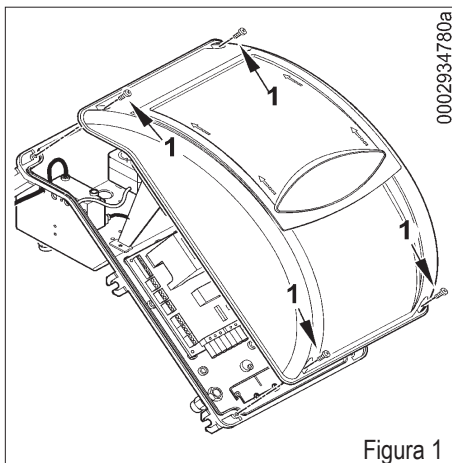
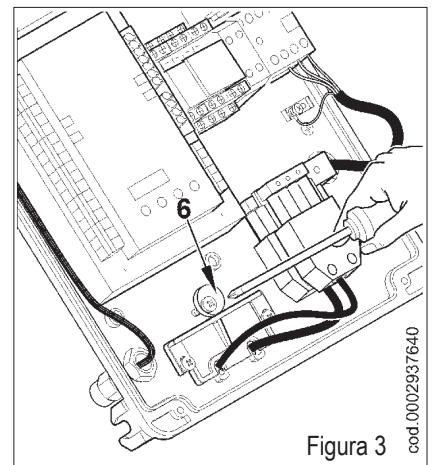

Figura 1
Figura 3
- Quitar la tapa quitando los 4 tornillos (1) de la figura 1, sin quitar la tapita transparente. De esta manera se puede acceder al cuadro eléctrico del quemador.
- Aflojar los tornillos (2) y después de haber quitado la plaquita que aprieta los cables (3), pasar las dos clavijas de 7 y 4 polos (véase la figura) por el agujero. Conectar los cables de alimentación (4) al telerruptor, fijar el cable de tierra (5) y apretar el sujetacables en cuestión.
- Volver a poner la plaquita sujeta cables como indica la figura 3. Girar la excéntrica (6) de manera que la plaquita ejerza una adecuada presión en los dos cables y luego apretar los tornillos que sujetan la plaquita. Por último conectar las dos clavijas de 7 y 4 polos.